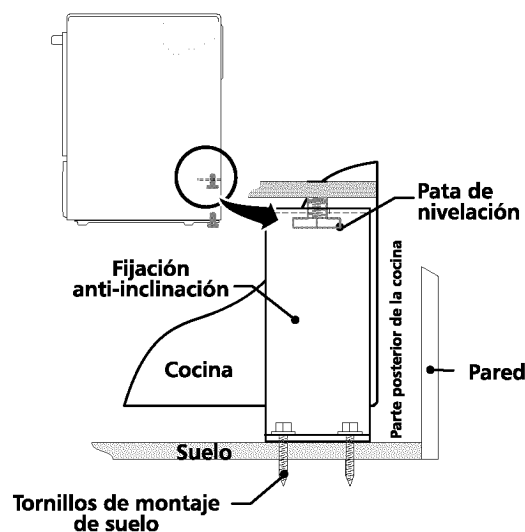

Figura 10
4. Retire el modelo y ubique la abrazadera en el suelo. Alinee los orificios en la abrazadera con las marcas en el suelo y ajuste con los cuatro tornillos provistos. La abrazadera debe quedar fijada al suelo (figura 10) sólido. Si se fija al suelo concreto, primero haga orificios pilotos de un diámetro de 3/16", utilizando una barrena para concreto.